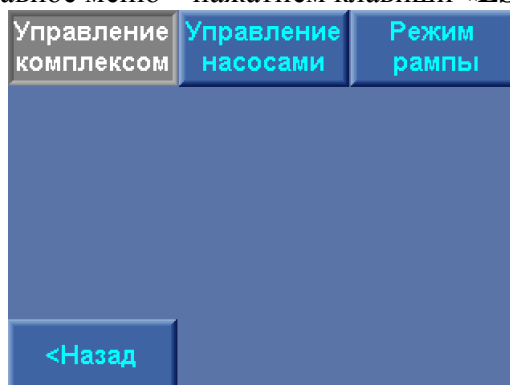
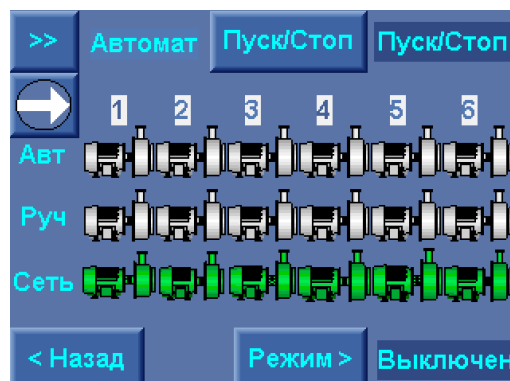
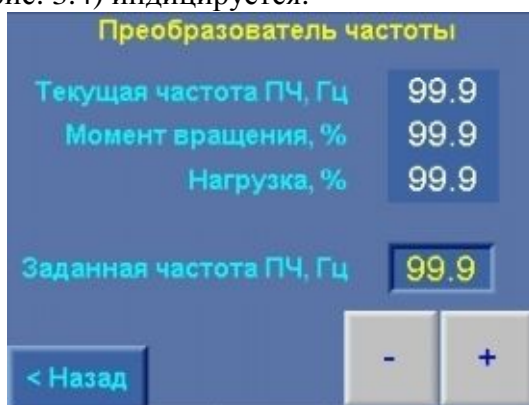

Рис. 3.1. Меню Управление комплексом
Рис. 3.2. Меню Управление насосами
Рис. 3.4. Меню Индикации параметров ПЧ в режиме рампы
Меню предназначено для перехода к меню управления режимами работы насосов и тестового пуска насосов в режиме рампы. Внешний вид меню представлен на рис. 3.1. Переход к меню производится из Меню перехода (рис. 1.3) касанием («нажатием») клавиши «Управление».
Из меню рис. 3.1 производится переход:
Управление режимами работы насосов и их прямой пуск от сети производится в меню Управление насосами. Переход в меню производится без пароля доступа нажатием клавиши «Управление насосами» меню Управление комплексом (рис. 3.1). Меню Управление насосами представлено на рис. 3.2.
Переход к меню производится без пароля доступа нажатием клавиши «**Режим рампы**» меню Управление комплексом (рис. 3.1).
1) Выбрать порядковый номер насоса из числа индицируемых насосов в строке «**Вкл.**». В случае, если переключатель «**Режим**» выбранного насоса находится в положении «**Авт.**», а его символ не индицируется в строке «**Вкл.**» экрана меню Рампового пуска, необходимо в меню Управления насосами (рис. 3.2) установить режим выбранного насоса «**Авт.**», или последовательно установить переключатель «**Режим**» этого насоса в положение «**0**», затем – «**Авт.**», произведя тем самым сброс виртуального отключения насоса из режима автоматического регулирования.
Для перехода в меню индикации ПЧ (рис. 3.2) необходимо в стеке «**Параметр >>>**» последовательным нажатием клавиши установить значение «**ПЧ**». В меню Индикация параметров ПЧ при активном режиме рампового пуска (рис. 3.4) индицируется:
При нажатии клавиши «< Назад» меню Индикация параметров ПЧ в режиме рампового пуска производится возврат в меню Рампового пуска насосов (рис. 3.2).
Для перехода в меню индикации показаний датчиков (рис. 2.11) необходимо последовательным нажатием клавиши «Параметр >>>» меню Рамповый пуск (рис. 3.2) в стеке параметра установить значение «Датчики», после чего нажать клавишу «Выбрать».